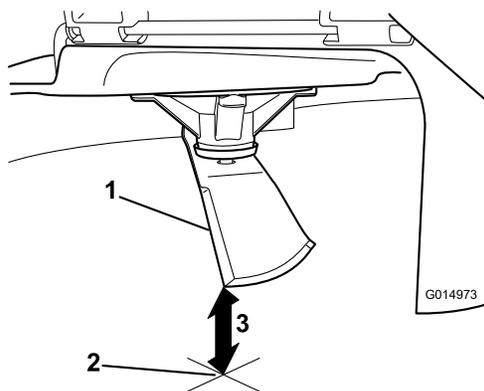

Figura 67
3. Misurate dalla punta della lama alla superficie piana (Figura 67).